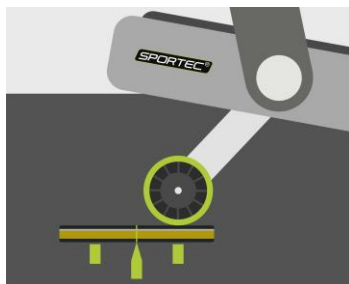

Bild 5: Positionierung des Pads
- Stellen Sie nun das Pad so auf, dass sich die Mitte des Pads direkt über der Mitte der Markierungen befindet. Die Ausrichtung des Pads muss exakt parallel zum Laufband sein, damit das Laufband nicht herunterfällt (Bild 5).